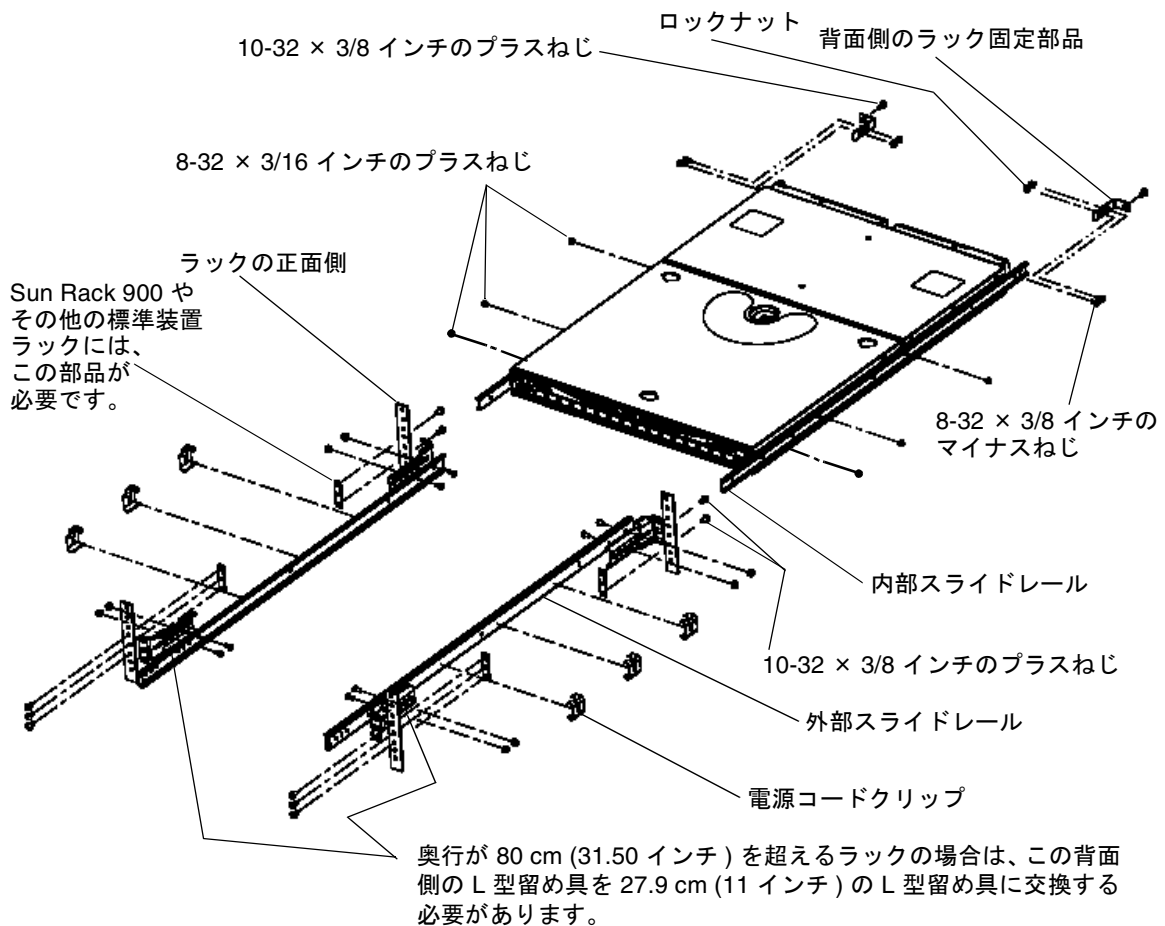

図 2-1 Sun StorEdge Network 2 Gb Brocade SilkWorm 3800 スイッチのラックへの搭載
- a. 図 2-1 のように、スイッチの背面側のラック固定部品を内部スライドレールのロック解除レバーが付いていない方の端に合わせます。
- 3800 スイッチの電源装置側がラックの正面から引き出せるように、図 2-1 に示すとおり、レールの向きを合わせます。ロック解除レバーの付いている方の端が、3800 スイッチのポート側になります。
3800 スイッチがラックの正面から引き出せるように、図 2-1 に示すとおり、スライドレールの閉じている方の端をラックの背面側に向けて取り付けます。
- d. 図 2-1 のように、2 本の 10-32×3/8 インチのプラスねじを使用して、スライドレールの正面側の留め具を対応するラックレールに取り付けます。
- a. 図 2-1 のように、3800 スイッチをできるかぎりラックの近くに位置付けて、内部スライドレールを外部スライドレールに挿入します。